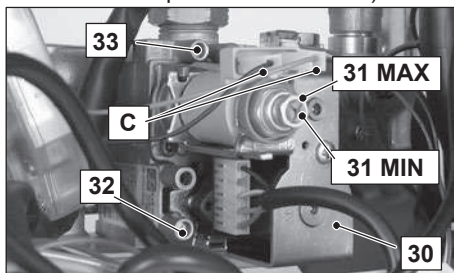

Figura 7.8
- A caldaia spenta (fuori servizio), controllare la pressione di alimentazione utilizzando la presa 32 in Figura 7.8 e confrontare il valore letto con quelli riportati nella tabella Pressioni di alimentazione gas nella sezione "Dati tecnici M296Z.24SM" a pag. 22.
- Richiudere bene la presa di pressione 32 in Figura 7.8.
- Aprire la presa di pressione 33 in Figura 7.8 e collegare un manometro.
Confrontare il valore di pressione misurato con quello indicato nelle tabelle Pressione gas massima al bruciatore. Per tarare la pressione al bruciatore agire sul dado esagonale grande in ottone dell'operatore modulante 31 MAX in Figura 7.8 (ruotando in senso orario la pressione aumenta).
- Confrontare il valore di pressione misurato con quello indicato nelle tabelle Pressione gas minima al bruciatore. Per tarare la pressione al bruciatore agire sulla vite in plastica (31 MIN in Figura 7.8) tenendo fermo il dado esagonale in ottone grande (31 MAX in Figura 7.8) dell'operatore modulante (ruotando in senso orario la pressione aumenta).
**IMPORTANTE:** Dopo ogni misurazione delle pressioni gas, richiudere bene le prese di pressione utilizzate (32 e 33 in (Figura 7.8). Dopo ogni operazione di regolazione gas gli organi di regolazione della valvola devono essere sigillati.
**IMPORTANTE: Dopo ogni misurazione delle pressioni gas, richiudere bene le prese di pressione utilizzate (32 e 33 in Figura 7.8).**